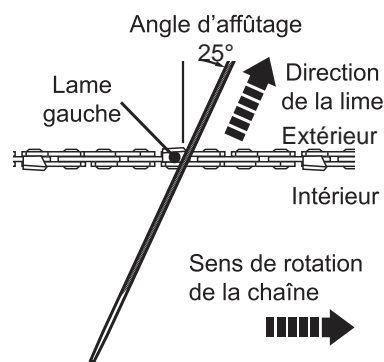

Fig. 58
5. Limez perpendiculairement au guide-chaîne, selon un angle de 25° par rapport au sens de la marche (Fig. 58).